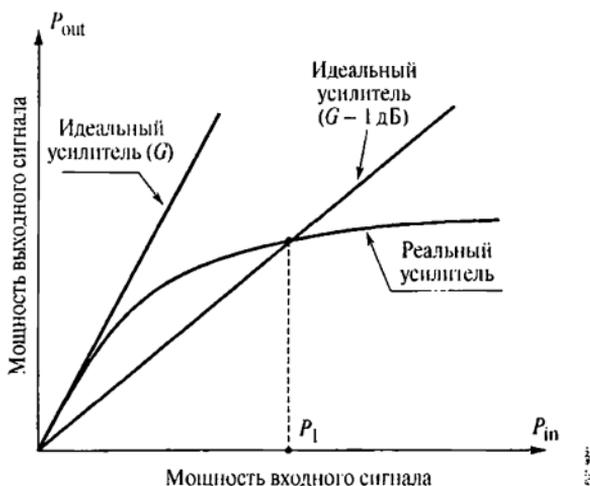

Рис. 2.21. Зависимость выходной мощности сигнала от входной
*Точка компрессии по уровню 1 дБ.* Коэффициент усиления нелинейного усилителя измеряется как  $P_{\text{out}}/P_{\text{in}}$ , и как входная, так и выходная мощность могут увеличиваться неограниченно. Реальные же усилители при определенных уровнях входной мощности начинают входить в насыщение. Возле некоторой точки, находящейся непосредственно за изгибом характеристики в области насыщения, усиление падает на 1 дБ. Уровень входной мощности, при котором происходит это изменение, называется точкой компрессии по уровню 1 дБ  $P_1$  (Рис. 2.21).